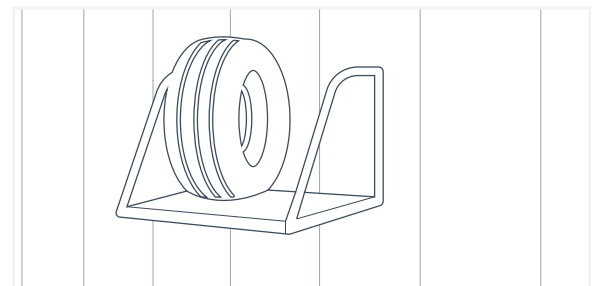

Fig. 61
6. Fije el artículo a la pared con los espaciadores detrás. (Fig. 61)